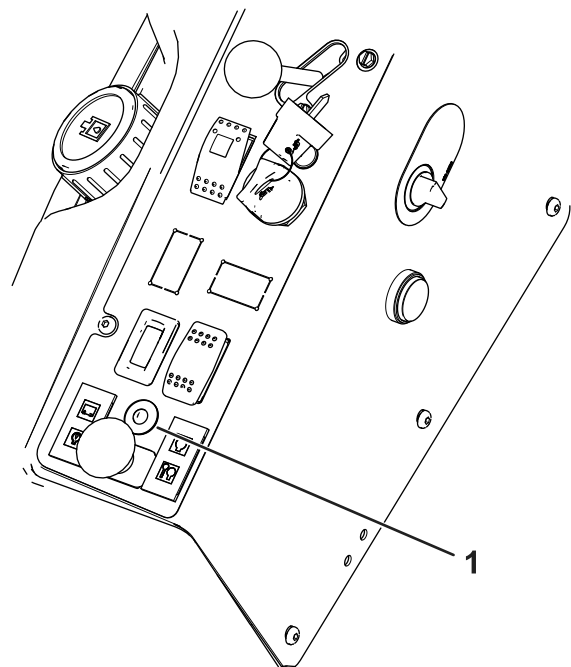

Рисунок 11
- i. Светодиодный индикатор (Рисунок 11) мигает во время выполнения калибровки датчика.
Световой индикатор и звуковой сигнал показывают степень крутизны уклона (Рисунок 11):